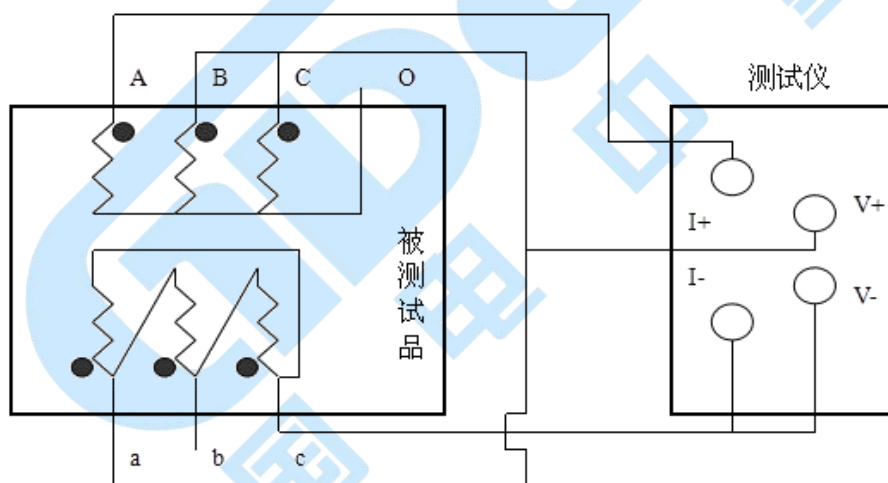
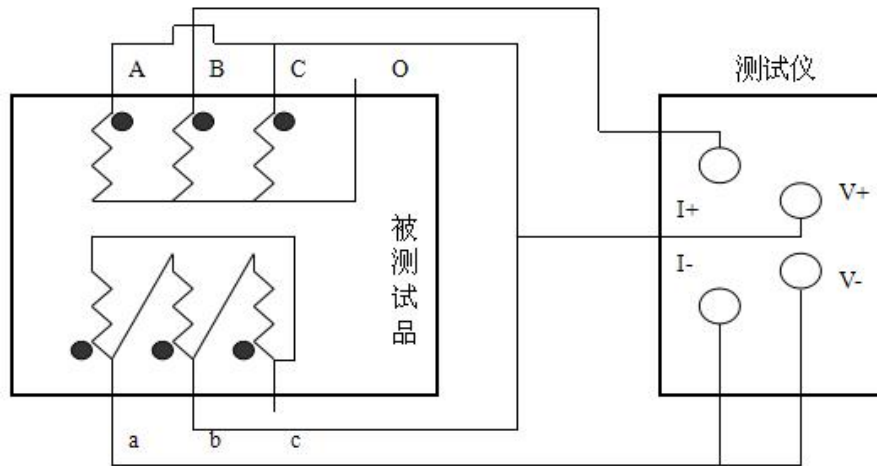
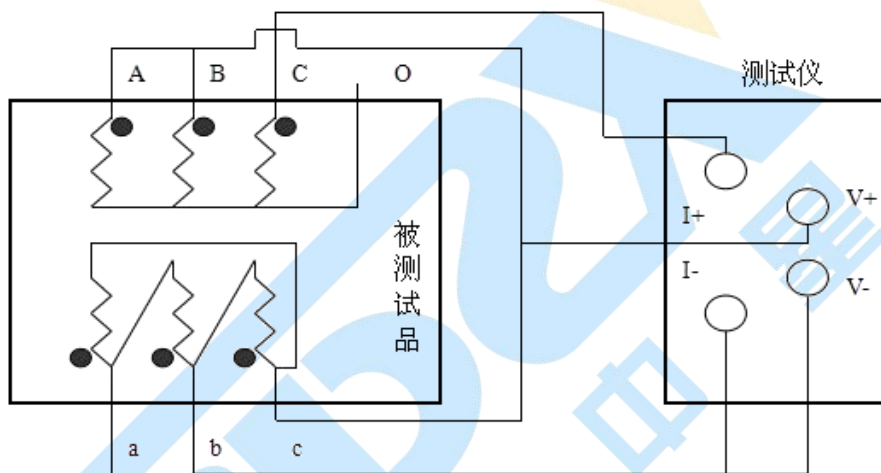

图 9
图 10
图 11
B. 助磁法接线见图 9~11 (适用于 Y (N) -d-11 联接组别)。
对于大容量的变压器的低压侧测量时，如果在既有的情况下，直流电阻测试仪的最大电流比较小，或者为了加快测量速度，可选择助磁法测量。下图中图 9、图 10、图 11 分别为测量低压 R_{ac} 、 R_{ba} 、 R_{cb} 的接线方法。